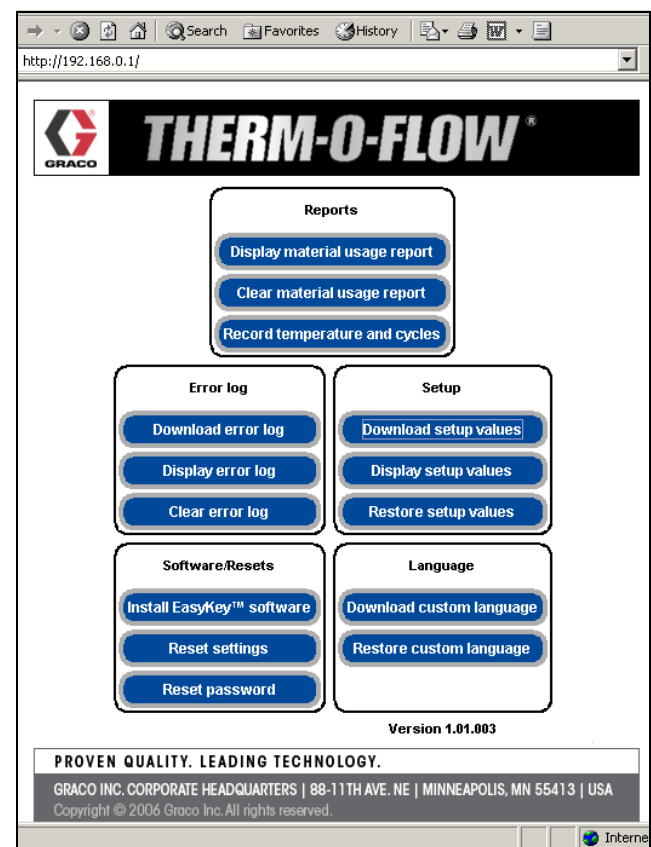

图 33: 主软件屏幕
- 5. 显示出主软件屏幕。见 图 33。
操作员可以在主屏幕上（见 图 33）选择 “报告”、“故障记录”、“设置”、“软件 / 复位” 或 “语言” 等按键。